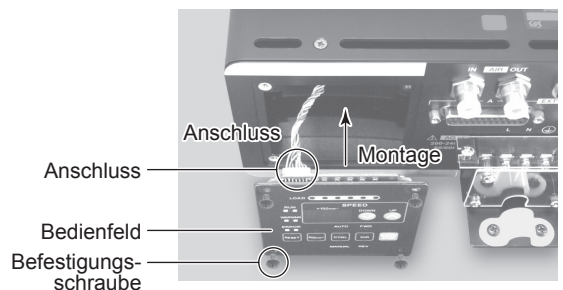

Abb. 22
- (3) Verbinden Sie den Stecker im Inneren des CONTROLLERS mit dem Stecker auf der Rückseite des Bedienfelds. (Abb. 22).
- (4) Bringen Sie das Bedienfeld mit den 4 Befestigungsschrauben wieder an (Abb. 22).